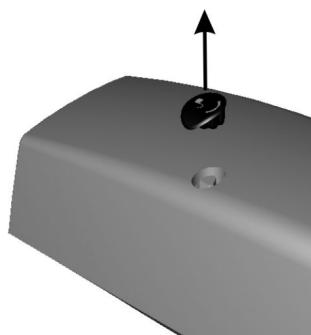

Fig. 7
- STONE / I : to release the piston, remove the protection cap Fig.7, insert the key provided into the appropriate slot and turn it clockwise until you reach the striking point Fig. 8.
- STONE / I : Den Schutzdeckel Abb. 7 entfernen, den mitgelieferten Schlüssel in seinen Sitz stecken und im Uhrzeigersinn bis zum Anschlag drehen: der Antrieb ist entriegelt Abb. 8.